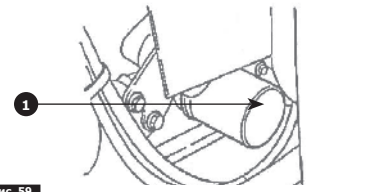

Рис. 59
4. Снимите масляный фильтр **1** **Рис. 59** специальным ключом.